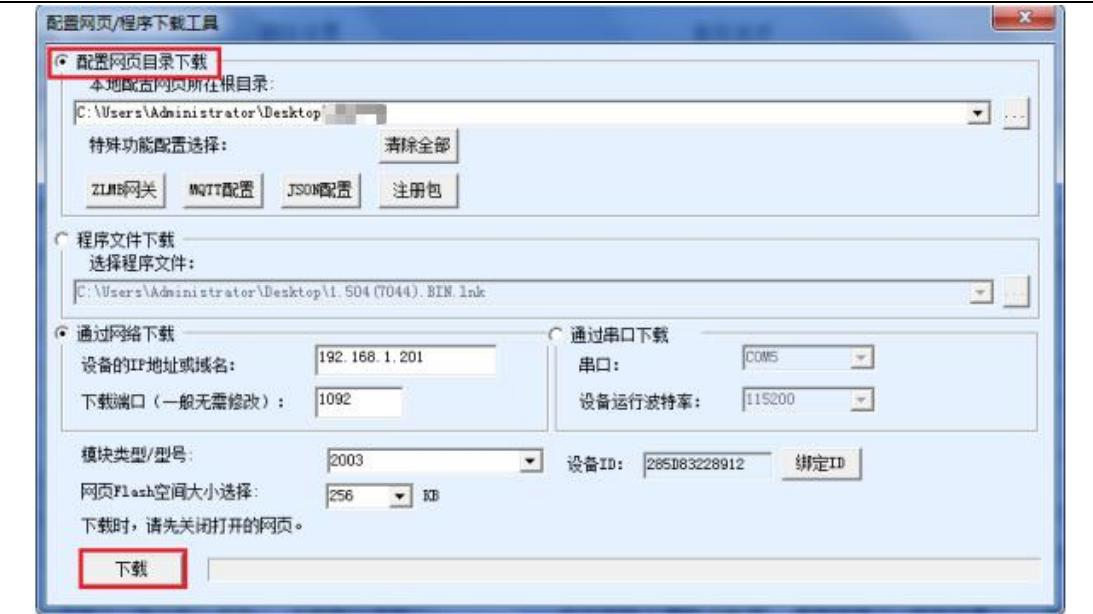

图 59 ZLAN5112 web 升级方法
- 6 Web 配置界面更新：固件升级后模块内部的配置网页也需要更新，否则无法再通过 Web 配置，但是不影响通讯。无需 web 配置的也可以不下载网页。下载 Web 的方法是：如图 59 所示，将“程序文件”下载模式改为“网网页目录下载”。并且选择本地网页所在根目录为需要下载的网页文件所在目录（该目录可以从卓岚获得），点击下载，将本地网页目录下的所有文件下载到设备内部的文件系统上。